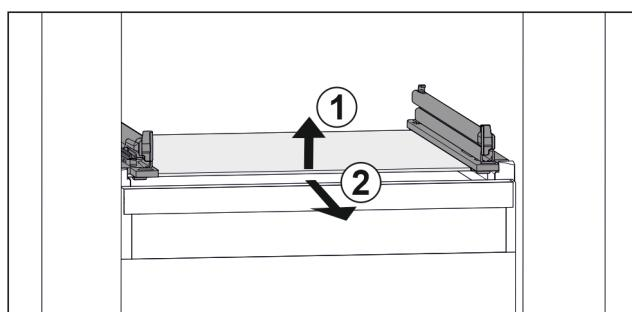

Fig. 140 Примерно изображение на стъклената плоча
- Повдигнете стъклената плоча отпред. Fig. 140 (1)
- Извадете стъклената плоча напред. Fig. 140 (2)